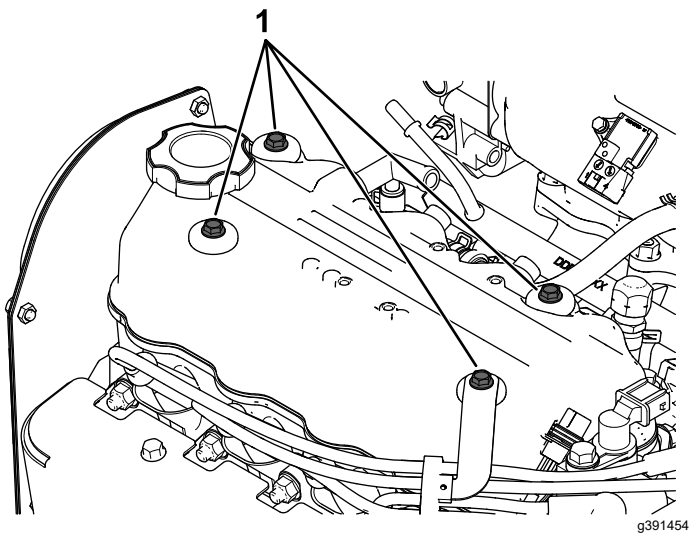

Figura 106
1. Retire los 4 pernos indicados en la Figura 106 del motor.